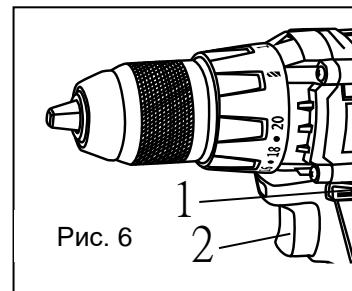

Рис. 6
Переключатель направления вращения (1) расположен над кнопкой включения (2) (Рис. 6). Для вращения по часовой стрелке переключите его влево, для вращения против часовой — вправо.